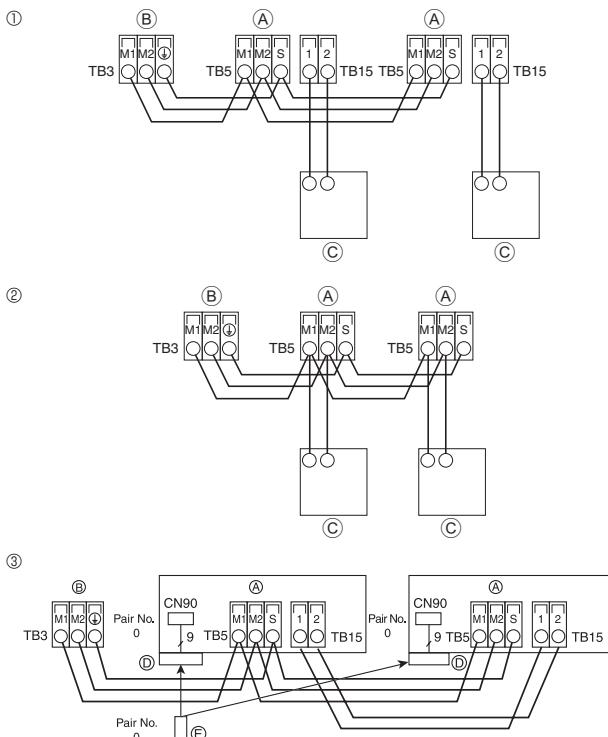
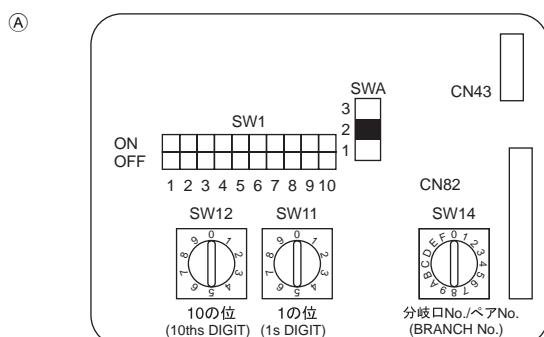

Fig. 6-3
Fig. 6-4
6.4. Collegamento del comando a distanza e dei cavi di trasmissione delle sezioni interne ed esterne (Fig. 6-3)
- ① Comando a distanza MA
- ② Collegare I terminali "1" e "2" della sezione interna TB5 ad il mando a distanza MA, usando due fili non polarizzati.
- ③ DC 9 a 13 V tra 1 e 2 (Comando a distanza MA)
- ④ Comando a distanza in rete
- ⑤ Collegare I terminali "M1" e "M2" della sezione interna TB5 ad il mando a distanza in rete, usando due fili non polarizzati.
- ⑥ DC 24 a 30 V fra M1 e M2 (Comando a distanza in rete)
- ⑦ Telecomando senza fili (se si installa il ricevitore del segnale wireless)
- ⑧ Collegare il filo del ricevitore del segnale wireless (cavo a 9 poli) al morsetto CN90 sulla scheda dell'unità di controllo interna.
- ⑨ Se più di due unità vengono comandate in gruppo con il telecomando senza fili, collegare la morsettiera TB15 di ognuna con lo stesso numero
- ⑩ Per cambiare l'impostazione Pair No., leggere il manuale di installazione in dotazione con il telecomando senza fili (come impostazione predefinita per l'unità interna e il telecomando senza fili, Pair No. è 0).
6.5. Impostazione degli indirizzi (Fig. 6-4)